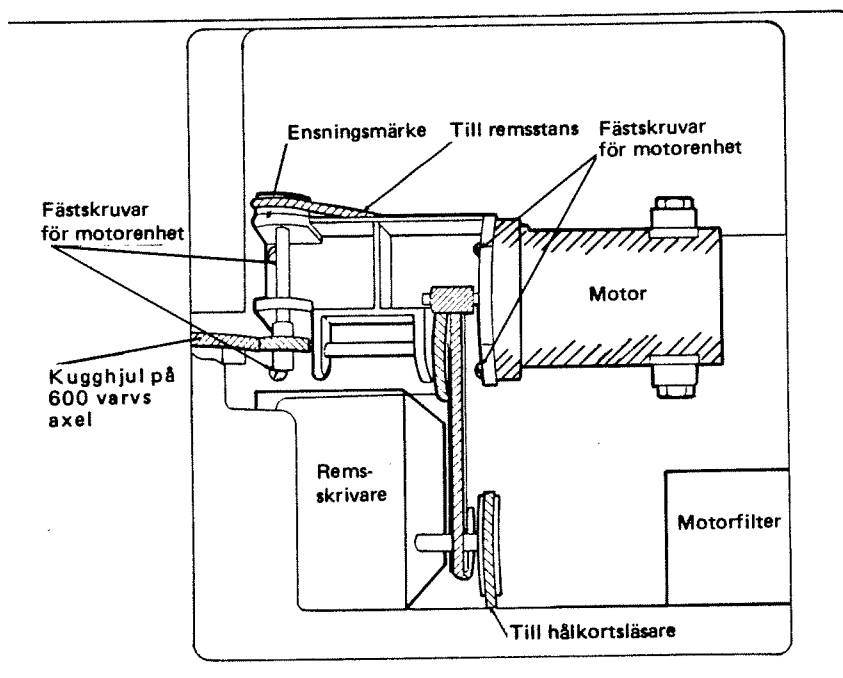

Bild 6.
- o Skruva loss locket på motorfiltret, se bild 6.
- o Lossa motorenhetens fyra fästskruvar, se bild 6, och lyft ur motorenheten.